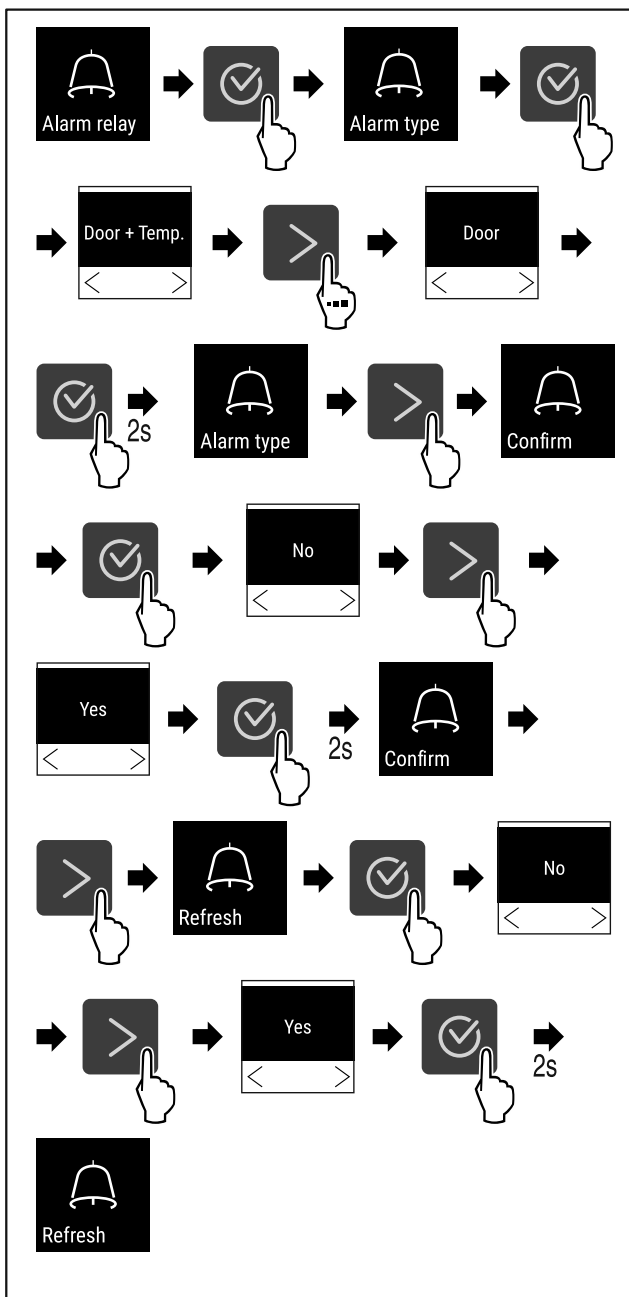

Fig. 109
- ▶ Wykonać czynności (patrz Fig. 109) .